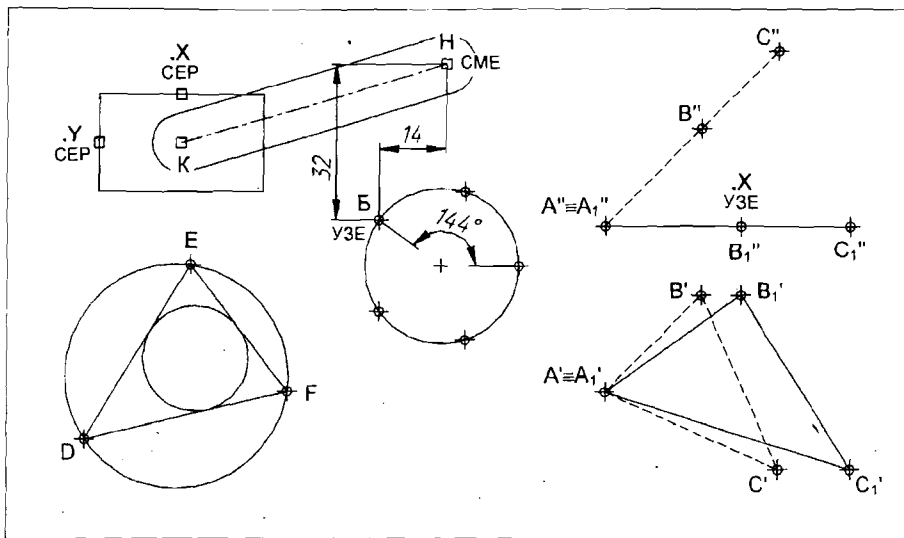

Рис.9
Порядок выполнения (рис.9):
6. Командой ПОВЕРНУТЬ (ROTATE) с опцией Опорный угол (Reference) повернуть фронтальную проекцию треугольника ABC (вместе с точками вершин) вокруг точки A'' горизонтально (на рис.9 штриховой линией условно показан исходный треугольник).